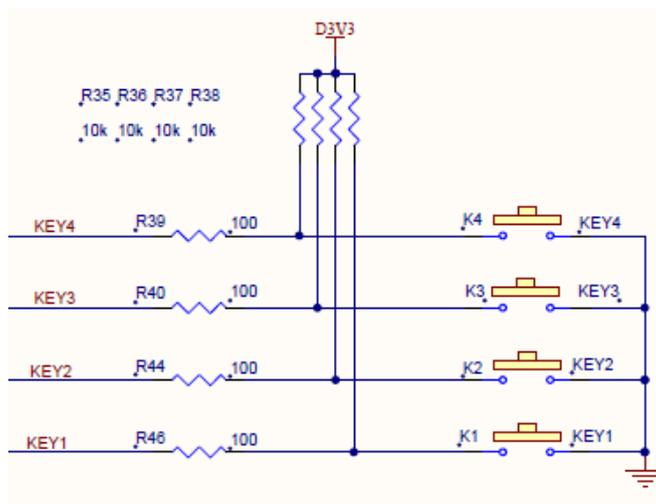

图 13.1 4 个用户按键原理图
**按键都为低电平有效**，4 个用户按键的原理图如图 13.1 所示